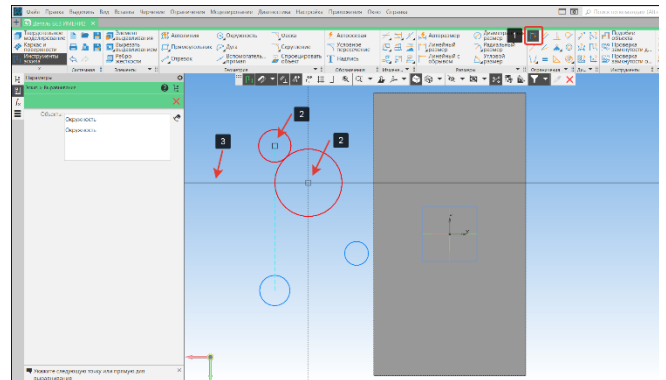

Рисунок 56 – Выравнивание по горизонтали
- Команда Выравнивания активна (1), построим выравнивание по горизонтали. Аналогично выравниванию по вертикали, укажем центра окружностей (2), затем укажем прямую на которой должны лежать центра окружностей (3) (Рисунок 56);